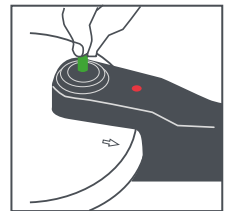

Fig. 13
Válvula de trabalho (3) (modelo Level). É o êmbolo verde com aros, segure-o e puxe-o para fora - sente-se uma ligeira resistência e observa-se a saída dos aros indicadores de pressão. Ao soltar, o êmbolo volta rapidamente à sua posição inicial (Fig. 13).